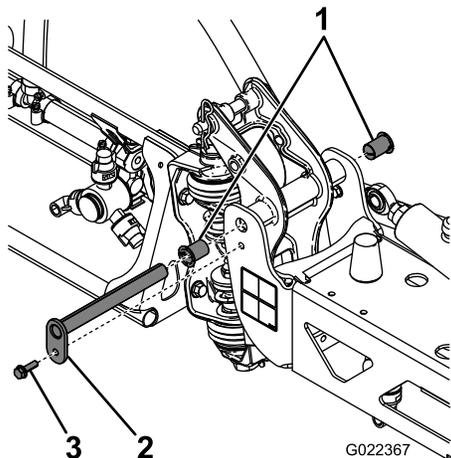

图 62
3. 支撑住喷洒臂的重量、然后拆下将枢轴销紧固到喷洒臂组件的螺栓和螺母 (图 62)。
4. 卸下固定枢轴销的螺栓和螺母然后取下枢轴销图 62。
6. 从枢轴支架的前后侧拆下尼龙轴套并进行检查 (图 62)。
7. 在尼龙轴套上涂上少量的机油然后将轴套装回到枢轴支架上图 62。
8. 将喷洒臂和枢轴支架装回中心机架上与孔对齐图 62。